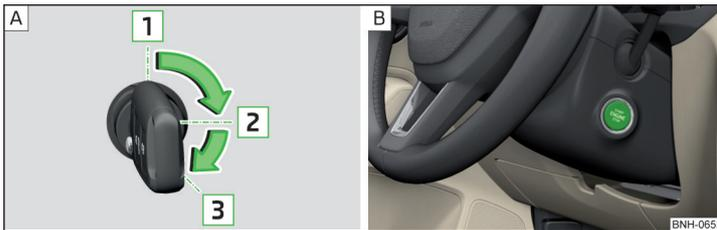

Abb. 104 Positionen des Fahrzeugschlüssels im Zündschloss / Starterknopf
Positionen des Fahrzeugschlüssels im Zündschloss » Abb. 104 - **A**
- › Den Knopf drücken » Abb. 104 - **B**, die Zündung wird ein-/ausgeschaltet.
- › Bei Fahrzeugen mit **Zündschloss** den Schlüssel in die Position **3** drehen » Abb. 104 auf Seite 91 - **A**, es erfolgt der Startvorgang. Dann den Schlüssel loslassen, der Motor springt automatisch an.
- › Bei Fahrzeugen mit **Starterknopf** den Knopf kurz drücken » Abb. 104 auf Seite 91 - **B**, der Motor springt automatisch an.
- › Bei Fahrzeugen mit **Zündschloss** den Schlüssel in die Position **1** drehen » Abb. 104 auf Seite 91 - **A**.
- › Bei Fahrzeugen mit **Starterknopf** den Knopf drücken » Abb. 104 auf Seite 91 - **B**, der Motor und die Zündung werden gleichzeitig ausgeschaltet.
➤ Den Knopf gedrückt halten » Abb. 104 auf Seite 91 -  oder zweimal innerhalb von 1 Sekunde drücken.